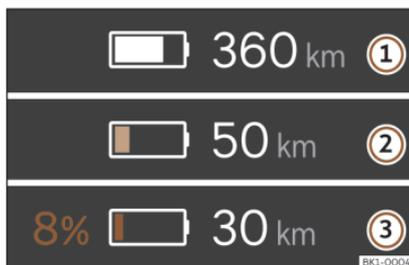

Fig. 3 En el cuadro de instrumentos digital: autonomía e indicación de la reserva.
El estado de carga actual de la batería de alto voltaje se indica con el símbolo en el cuadro de instrumentos digital» **fig. 3 ①**. El símbolo de la batería estará más o menos lleno en función del estado de carga de la misma.
La autonomía del vehículo se muestra en kilómetros (km) o millas (mi) en función del ajuste seleccionado» **fig. 3 ②**.
- ① Estado de carga de la batería y autonomía
- ② Indicación de la reserva (nivel de advertencia 1) y autonomía
- ③ Indicación de la reserva (nivel de advertencia 2) y autonomía
Cuando se alcanza la zona roja de la reserva de la batería de alto voltaje, se muestra el símbolo junto con un valor porcentual en color» **fig. 3 ③**.